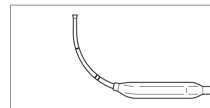

Abbildung 6: Stirnbiegung
- **Stirnhöhlen:** Bei der Behandlung des Recessus frontalis wird eine große Radiuskurve ähnlich wie bei einer Stirnhöhlensonde (Abbildung 6) empfohlen. Diese ist die in der Verpackung bereitgestellte Form/Kurve.